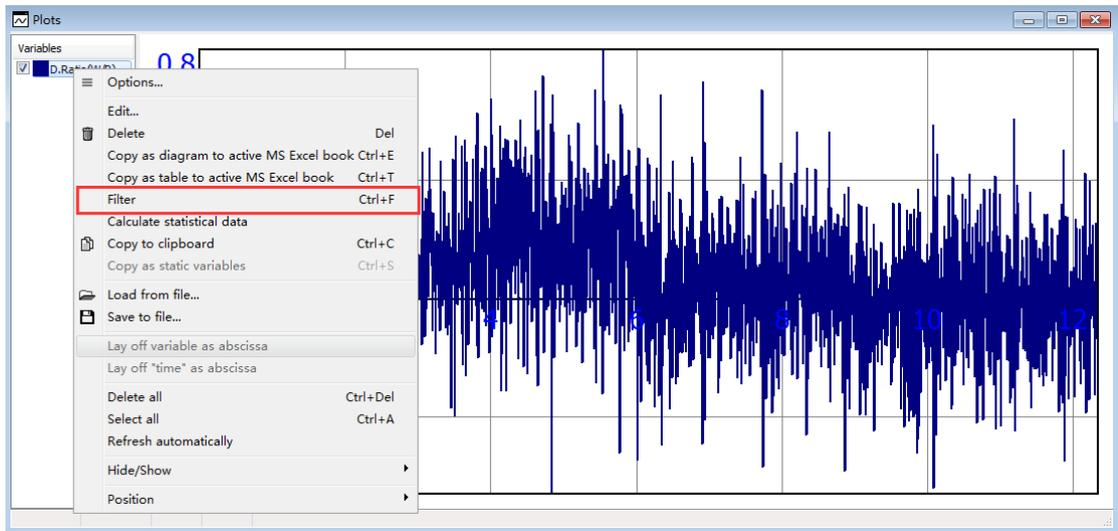

图 012-3 执行滤波
3、选中要滤波的变量，**右键**，选择 **Filter**，执行滤波，如图 012-3；